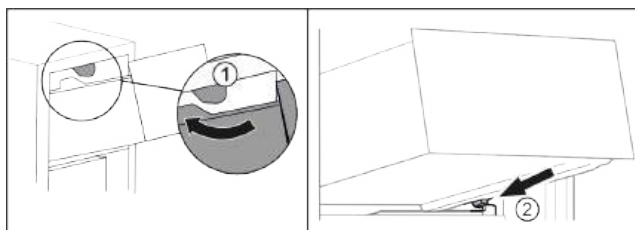

Fig. 74
- Schubfach um die oberen Stopper herumführen. Fig. 74 (1)
- Schubfach schräg hinter den unteren Stoppern auf Behälterrippe aufsetzen. Fig. 74 (2)